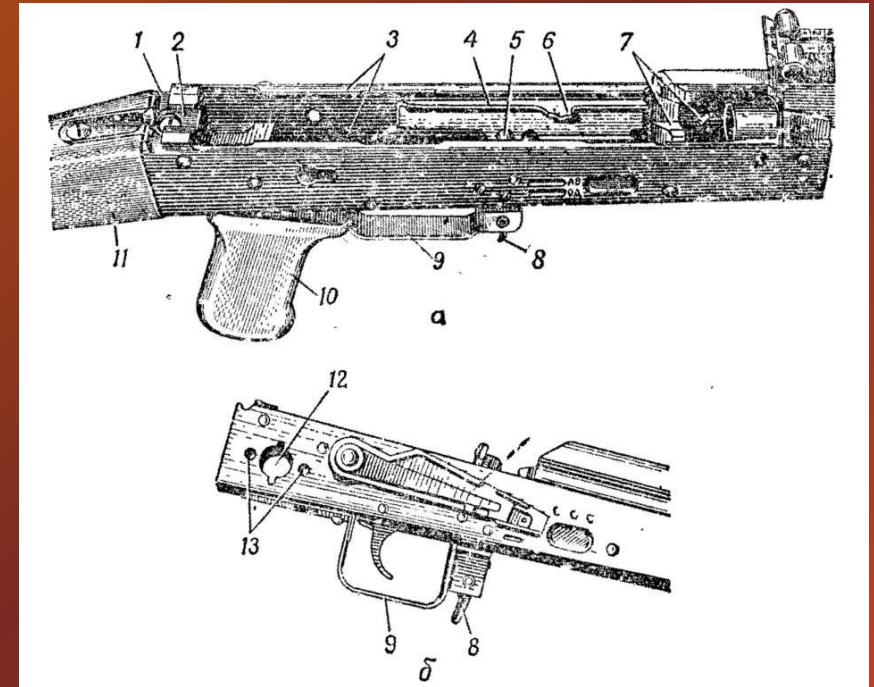

Рис. 27. Ствольная коробка
12. Ствольная коробка (рис. 27) служит для соединения частей и механизмов автомата, для обеспечения закрывания канала ствола затвором и запираания затвора;